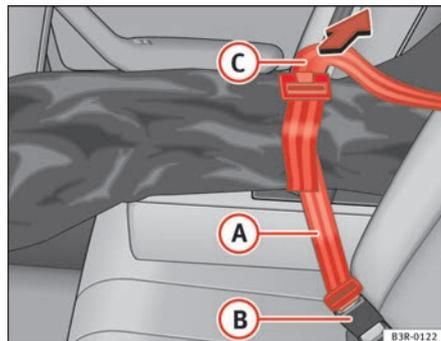

Fig. 121 Fixation du fourreau au niveau du boîtier de verrouillage de la ceinture de sécurité centrale arrière
- Insérez le pêne de la sangle du fourreau (A) ⇒ fig. 121 dans le boîtier de verrouillage de la ceinture de sécurité centrale arrière (B).
- Tendez la sangle du fourreau en la tirant par son extrémité restée libre (C).